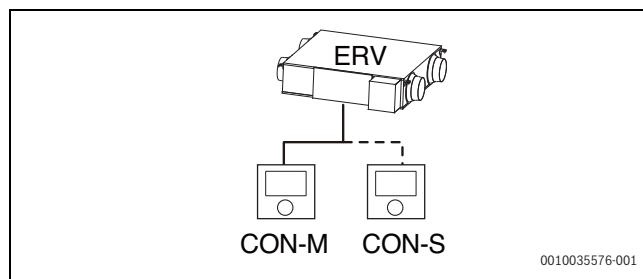

Fig. 16 Unitate ERV individuală
- ERV unic controlat cu un controler sau două controlere (master/slave) (→ Fig. 16).